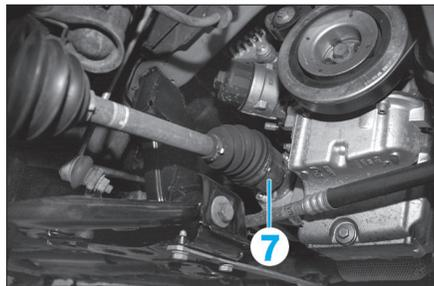

Fig. 4
- A l'aide d'un outil approprié, dégager et déposer la transmission gauche (7) du différentiel (**Fig.4**).